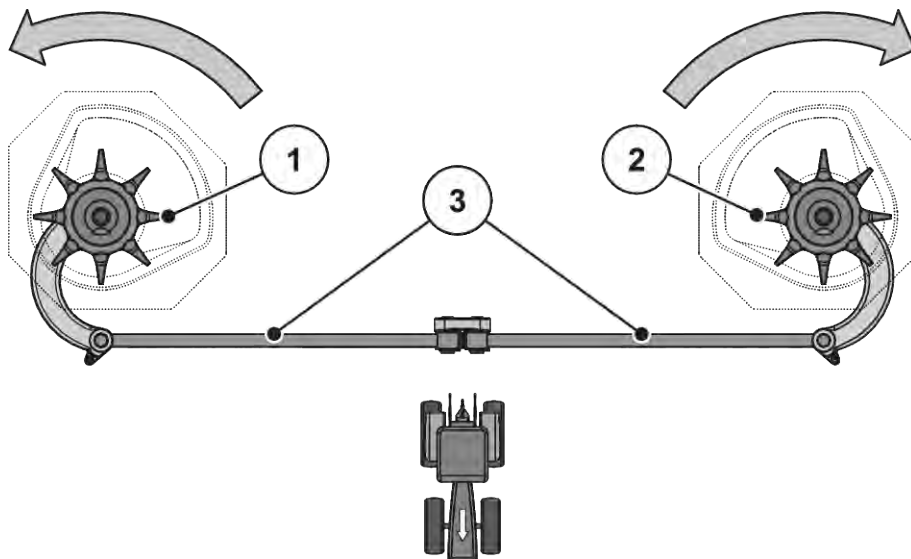

Рис. 53: Проверка привода мешалки
- Поверните рукой головку мешалки **в направлении вращения разбрасывающего диска**. См. Рис. 53 Проверка привода мешалки.
- Поверните головку мешалки с усилием рукой или с помощью ленточного ключа для масляного фильтра **против направления вращения разбрасывающего диска**. См. Рис. 53 Проверка привода мешалки